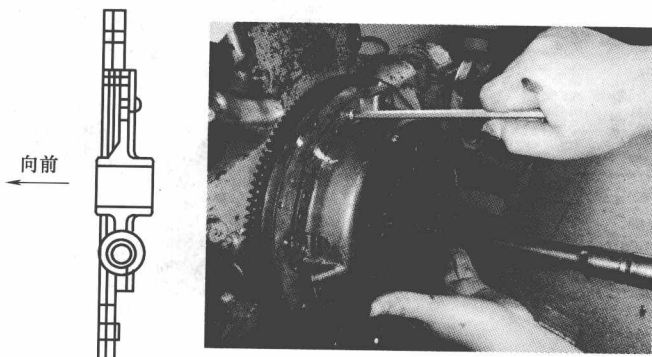

图 1-20 安装离合器
2) 用专用工具(SST)把从动盘及离合器盖安装到飞轮上,注意从动盘上有“飞轮侧”标记的一面应朝向飞轮,如图 1-20 所示。